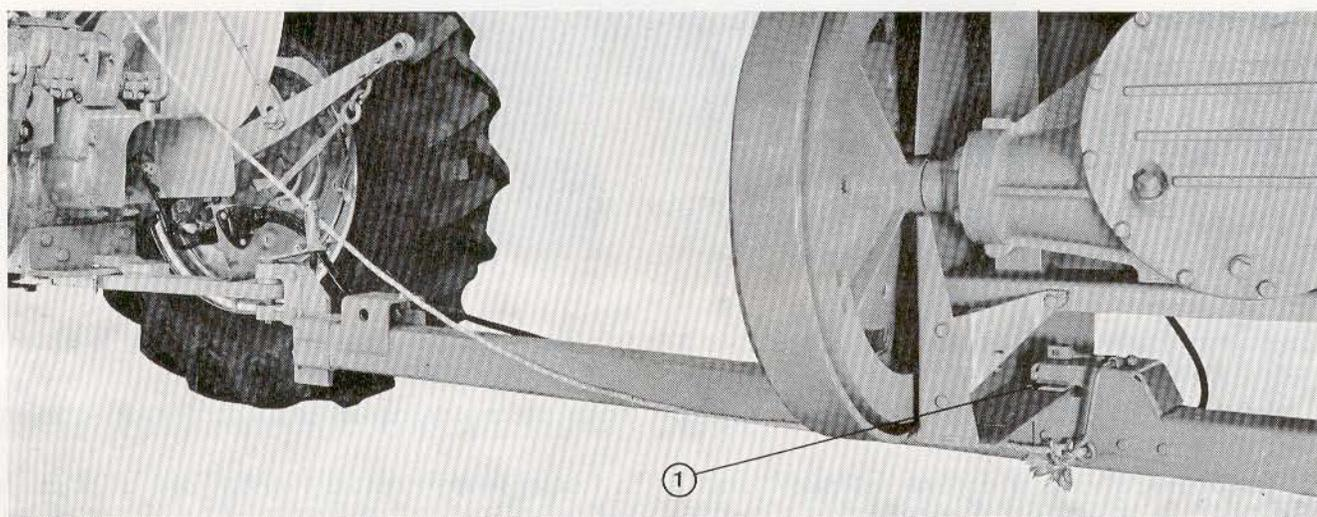

Fig. 6. — (1) Timon d'attelage en position de transport.
- 2 - Tirer le verrou du timon d'attelage de la Ramasseuse-Presses et placer le timon à droite de la Ramasseuse-Presses. S'assurer que la broche de verrouillage est bien en place (voir fig. 6).